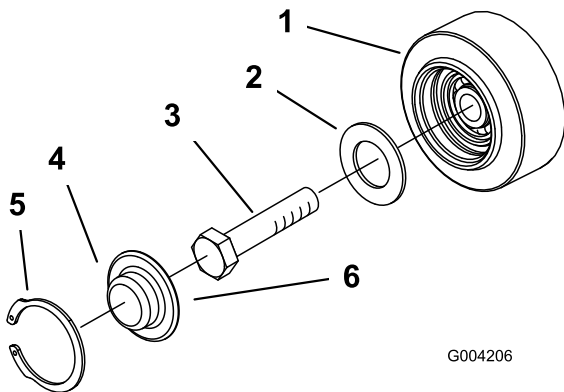

**Bild 50**
2. Nehmen Sie die vier Schrauben ab, mit denen die untere Kettenführung (die die Straßenräder enthält) befestigt ist, und nehmen Sie diese ab (Bild 50).